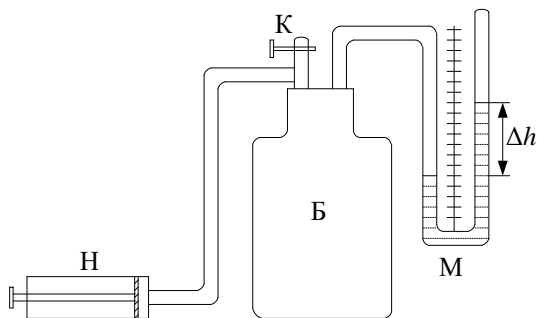
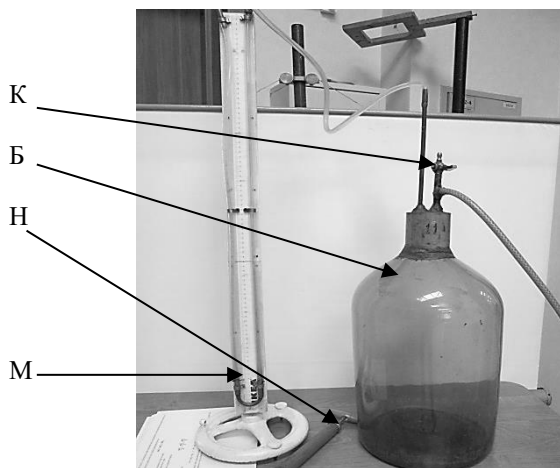
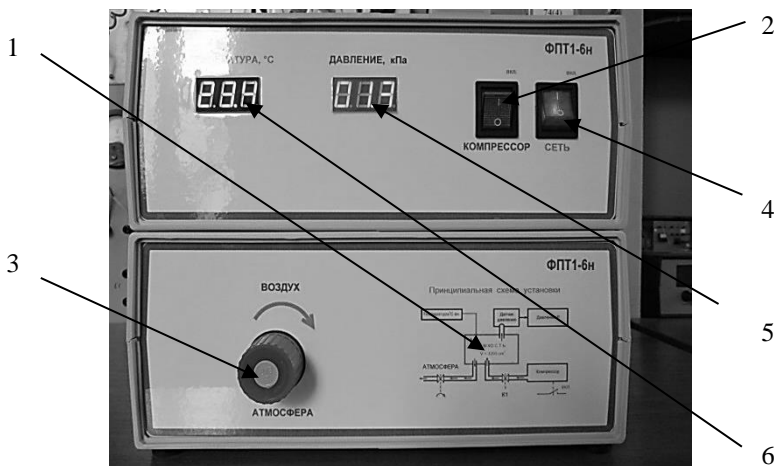

Рис. 1
Рис. 3
Рис. 6
Это установка, функционирующая с 50-х годов XX-го века, одна из старейших в лаборатории. Ее схема была приведена на рис. 1; фотография самой установки представлена на рис. 3.
Фотография экспериментальной установки ФПТ1-6н, представлена на рис. 6.
На передней панели рабочего блока изображена схема установки (1), позволяющая лучше представить функциональное назначение её элементов. Данная установка отличается от предыдущих моделей тем, что она имеет встроенные датчики давления и температуры. Обработка данных производится встроенным микроконтроллером, и полученные результаты выводятся на переднюю панель устройства сразу в цифровом виде (U-образный манометр, изображённый на рис. 1, здесь не нужен). Воздух нагнетается в баллон не ручным насосом, а компрессором, который включается тумблером «Компрессор» (2) – см. рис. 6.